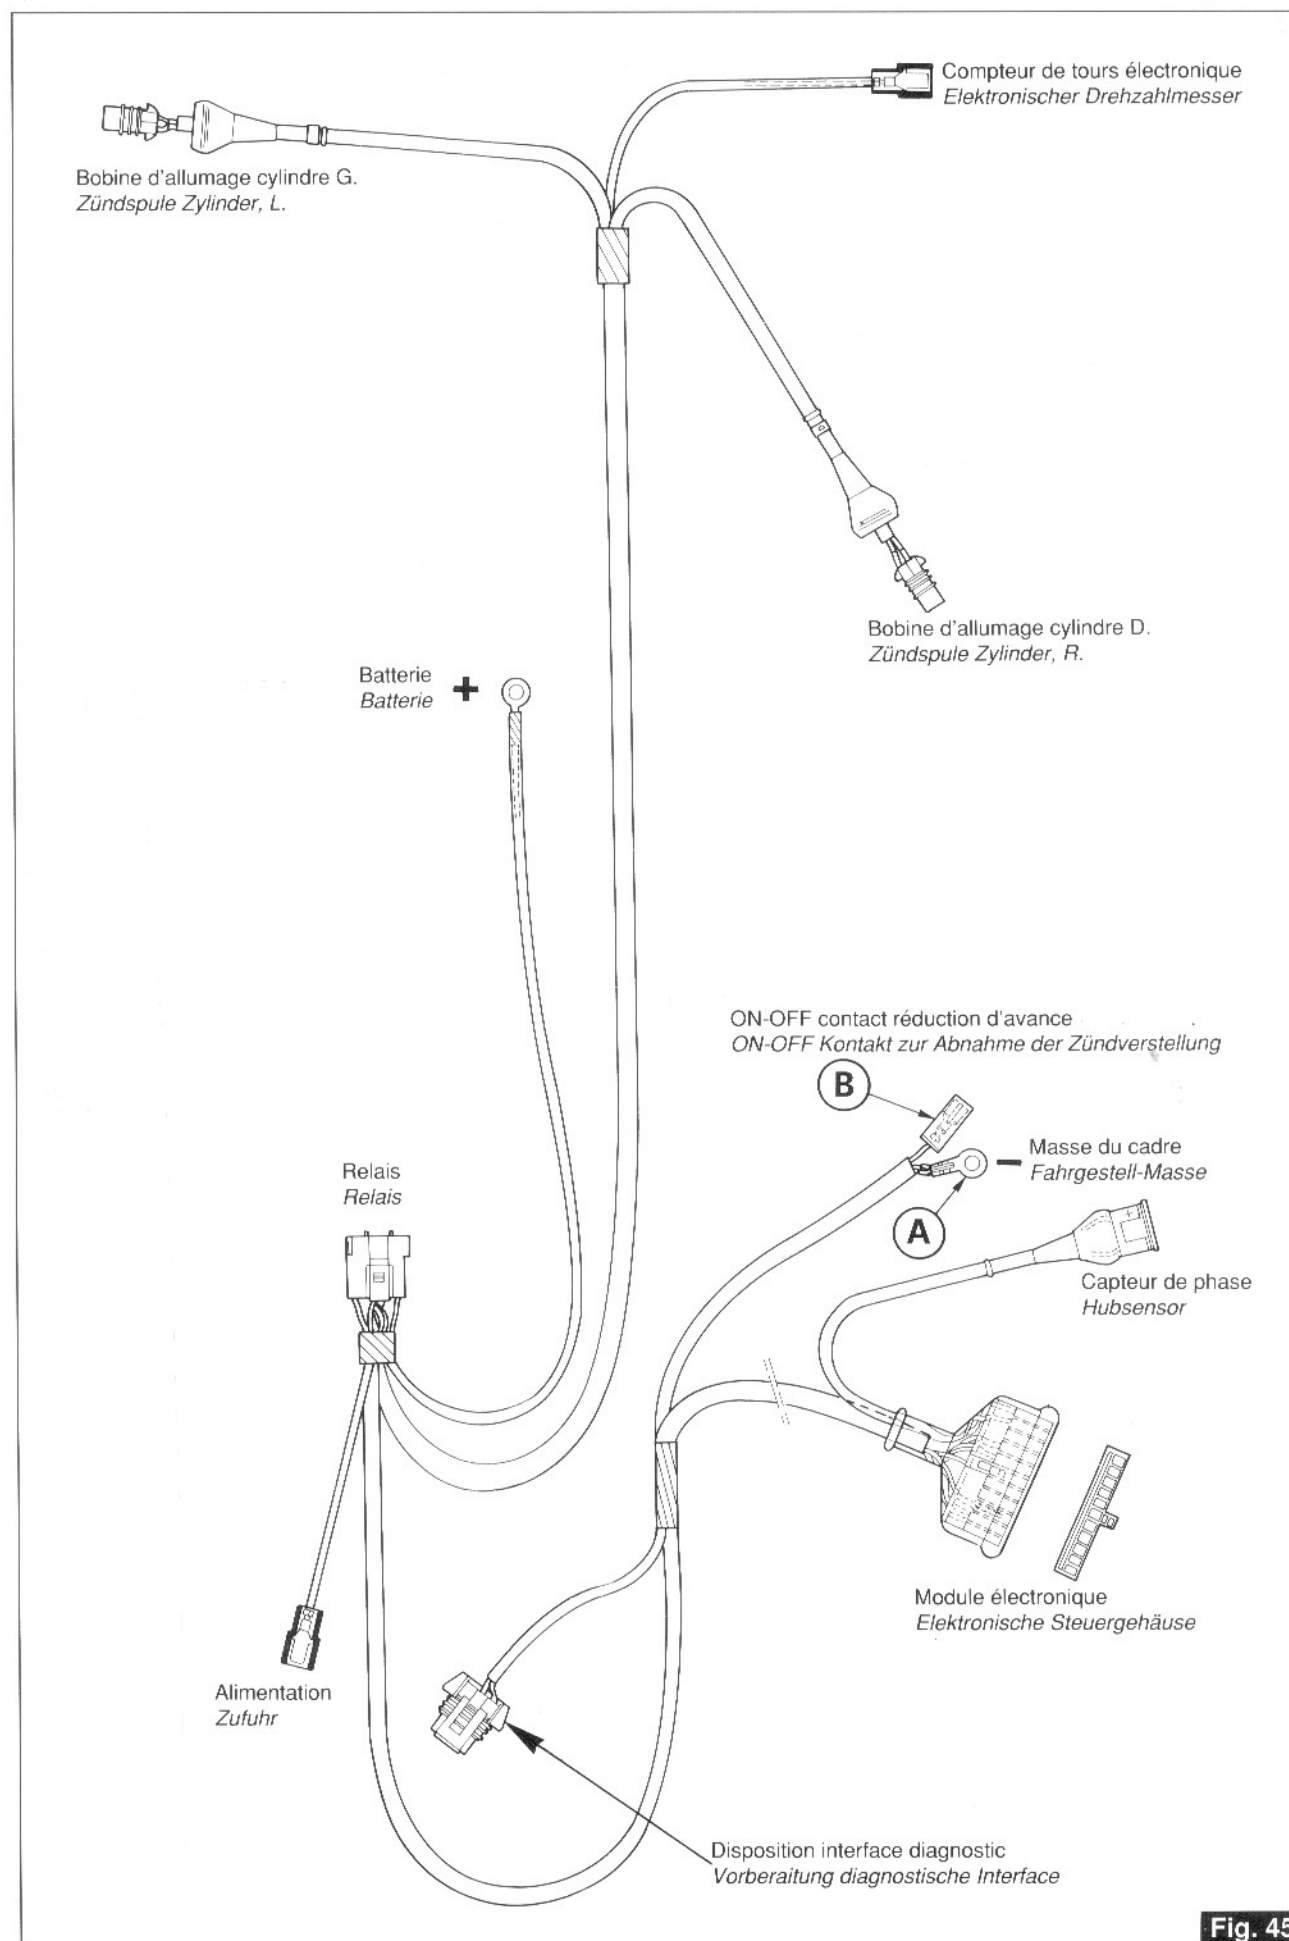

Fig. 45
- En cas de besoin, réduire l'avance de 2° en reliant entre eux les deux câbles «A» et «B» (fig. 45).
- Im Bedarfsfall kann die Zündvorstellung um 2° herabgesetzt werden, indem man die beiden Kabel «A» und «B» (Abb. 45) miteinander verbindet.